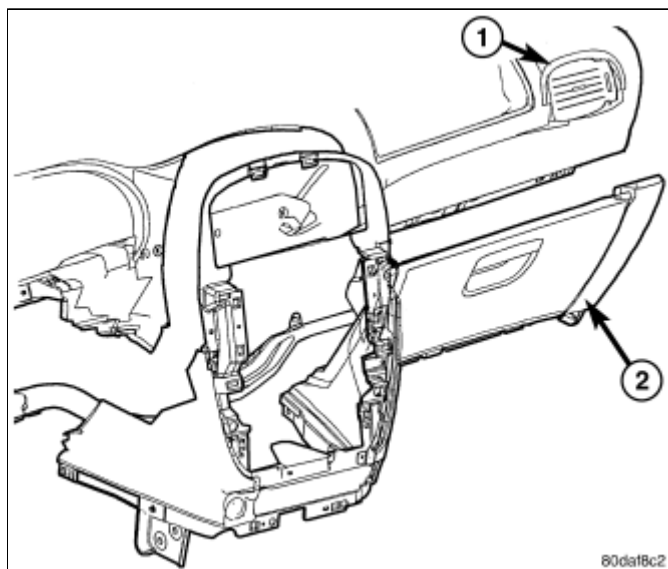

图 2 下仪表板
- 9. 拆卸将下仪表板固定到加强框上的18个螺钉(图 2)。
1. 将下仪表板安装到车上(图 2)。